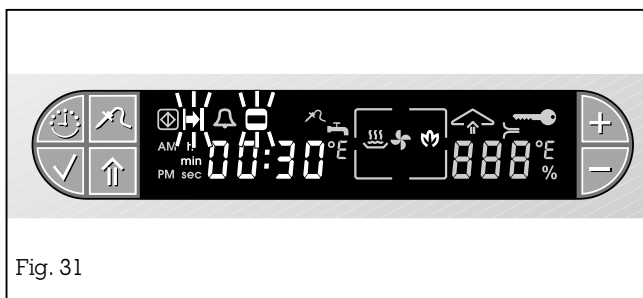

Fig. 31
- Le symbole ☼ (nettoyage) et les symboles 1-1 (durée) et 2-2 (temps de cuisson) clignotent sur l'afficheur (fig. 31).